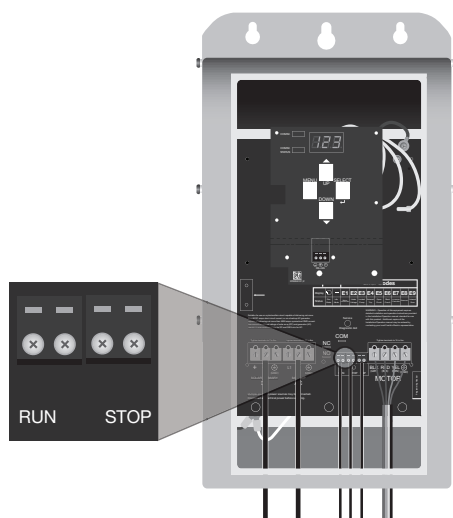

Figure 9. Raccordement du câblage de l'interrupteur de contrôle de niveau
2. Raccordez les câbles de l'interrupteur de contrôle de niveau « EXÉCUTION » au bornier marqué « EXÉCUTION » (Figure 9).